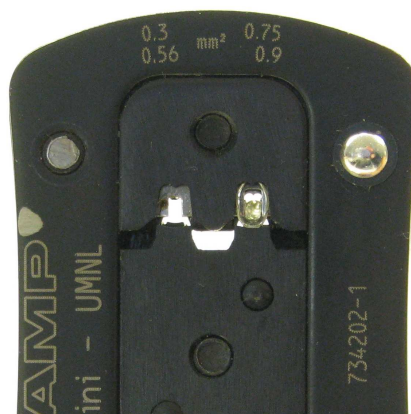

Abbildung 5
3. Jetzt muss der Kontakt in dieser Position gehalten und die Zangengriffe soweit zusammengedrückt werden bis der Ratschenmechanismus in der ersten Rastposition entsprechend verriegelt und der Kontakt in der Zange gehalten wird. Es ist darauf zu achten, dass der Kontakt NICHT deformiert wird (siehe Abbildung 5).